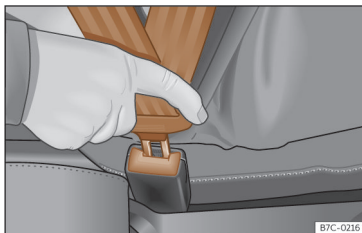

Fig. 20 Inserir a lingueta do cinto de segurança no fecho correspondente.
- Encaixe a lingueta no fecho do respetivo banco >>> **Fig. 20.**